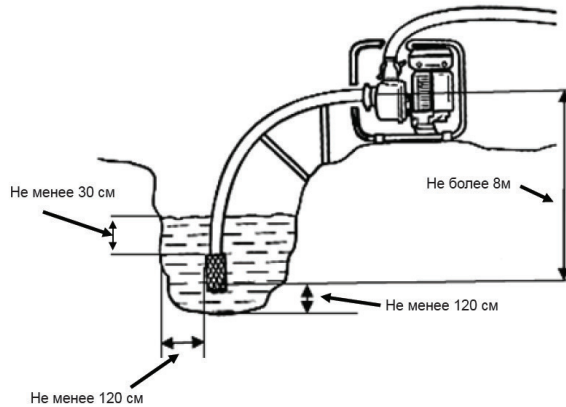

Рис. 8
1. При установке соблюдайте все необходимые расстояния для всасывающего фильтра, как показано на рисунке (Рис. 8).